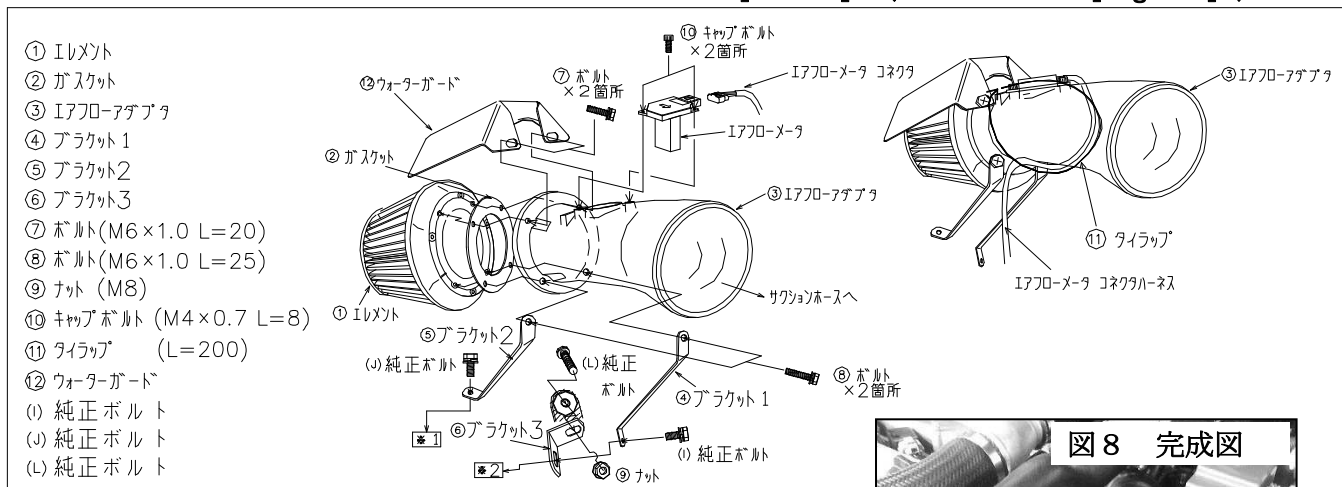

図5 組付図
1. 取外した純正部品の中で、エアフローメータコネクタ、エアフローメータ、(H) ホースバンド、エアクリーナインテークダクト、(C) クリップ、(I)・(J)・(L) 純正ボルトは再使用します。
2. 下図5～8を参照してPOWER INTAKEを組立ててください。この時、各ボルト・ナットは仮締めの状態にしておいてください。